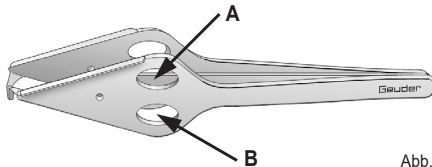

Abb. 2: Druckpunkte A und B
- Öffnen Sie die Skleraspreizpinzette durch Druck auf Position A (siehe Abb. 2).